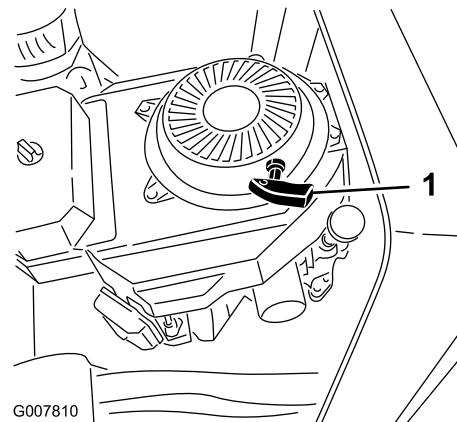

Figura 20
- Modelo 22970: gire la llave a la posición de Marcha, luego tire del arrancador para arrancar el motor (Figura 20).